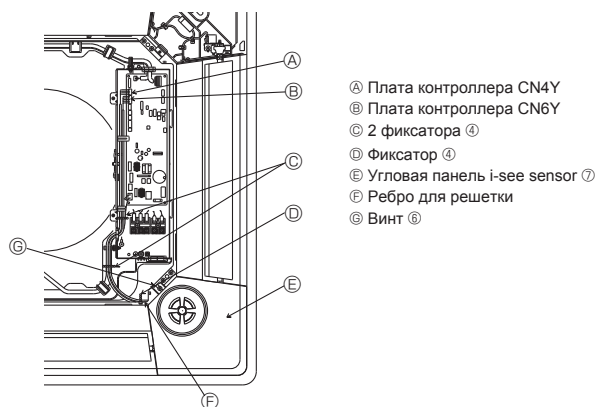

Fig. 6-10
6.6. Установка угловой панели i-see sensor (Fig. 6-10)